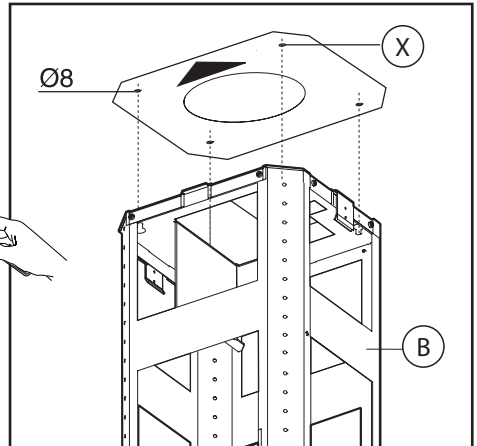

Fig.3
-Posizionare la dima di foratura sul soffitto facendo attenzione che la freccia sia posizionata nello stesso lato del comando dell'apparecchio (Fig.3).